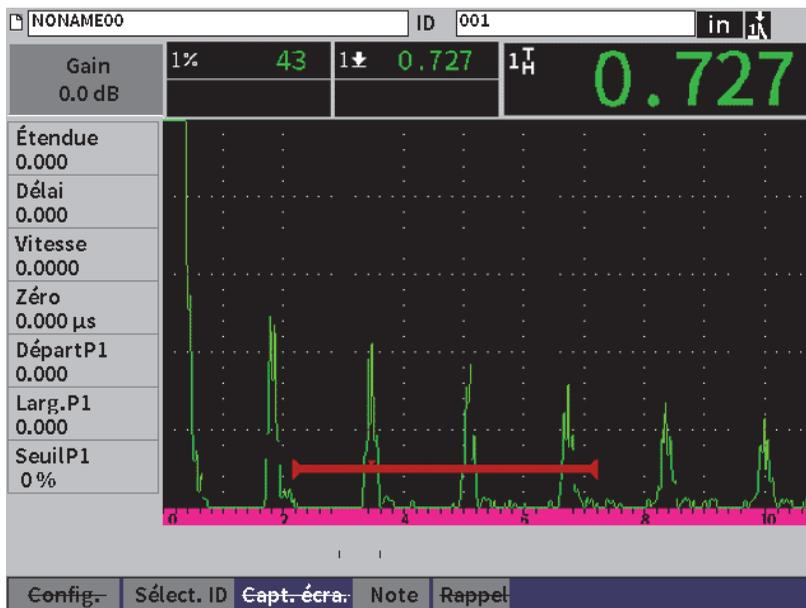

Figure 9-9 Données et fichier A-scan enregistrés
1. Affichez la page des données A-scan, puis tournez la molette pour sélectionner le bouton **Capture d'écran** (voir Figure 9-9 à la page 136).